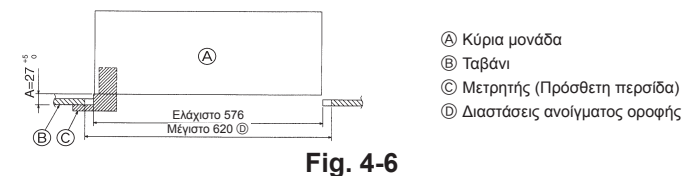

Fig. 4-6
3. Οι εγκοπές προσαρμογής του ελασματος στήριξης είναι κατασκευασμένες έτσι ώστε η κύρια μονάδα να μπορεί να ευθυγραμμίζεται (ή να εφαρμόζεται) με το άνοιγμα υποδοχής της στο ταβάνι. (Fig. 4-6)